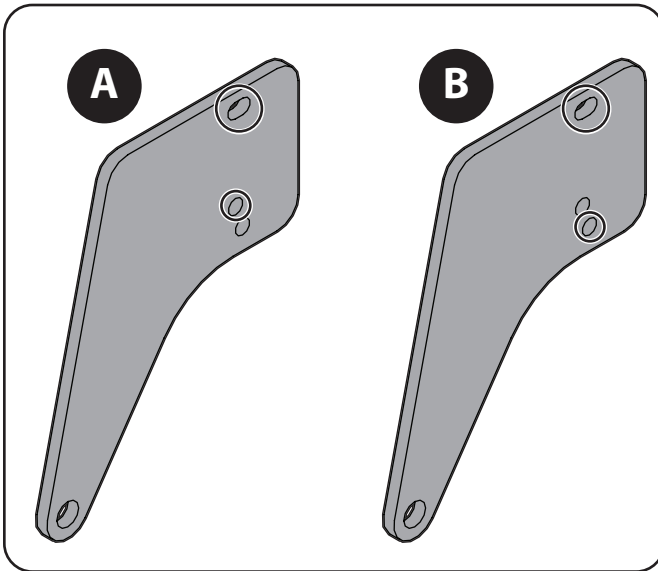
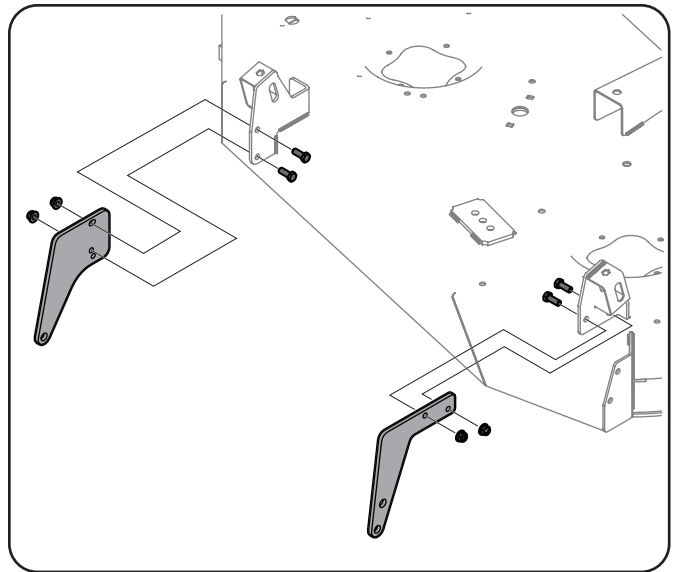

Figure 1-14
Figure 1-15
1. Consultez la Figure 1-14 ci-dessous pour identifier les orifices de montage à utiliser lors du montage du support de galet de gauche (n° 6) sur le pont de coupe. Plateau de coupe fabriqué — Utiliser les emplacements de l'orifice de montage « A » — Plateau de coupe extampé — Utiliser les emplacements de l'orifice de montage « B »
2. Installez les supports à galet de gauche et de droite (n° 14 et n° 7) à l'emplacement indiqué à la Figure 1-14 sur les plateaux de coupe des tracteurs avec deux vis à tête hexagonale (n° 1) et deux écrous de blocage 5/16 (n° 3) par côté. Reportez-Figure 1-15.